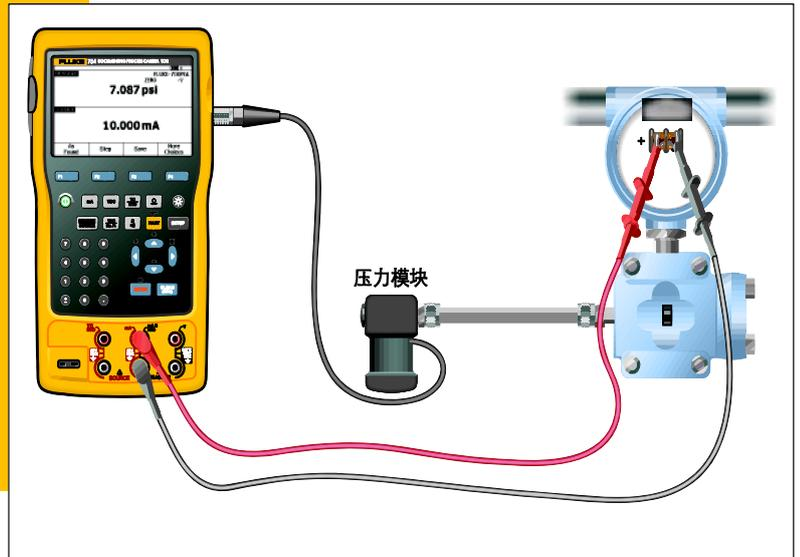

图 12.
1. 将压力模块连接至 DPC。将 I 至 P 的输出连接至压力模块的输入。如果使用的是差压模块，确保(本例中)该模块为 15 PSI 模块，并连接至标有“H”的输入(图 12)。
2. 将 DPC 中间的两个香蕉插孔连接至 I 至 P 装置上施加控制电流的输入(图 12)。